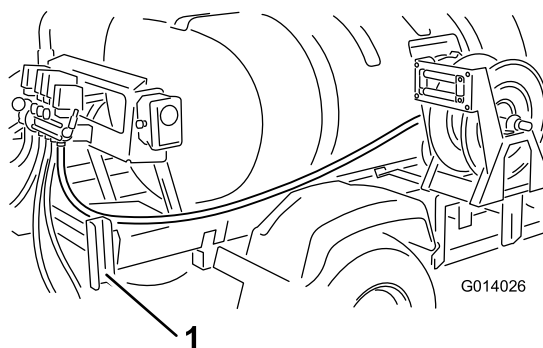

Figura 12
6. Disponete il flessibile all'indietro, lungo il telaio del supporto del serbatoio, dentro il parafango posteriore destro dentro la canalina di supporto della barra (Figura 12).
7. Fate passare il flessibile attorno al telaio di montaggio fino alla valvola dell'avvolgitubo installata precedentemente (Figura 12).